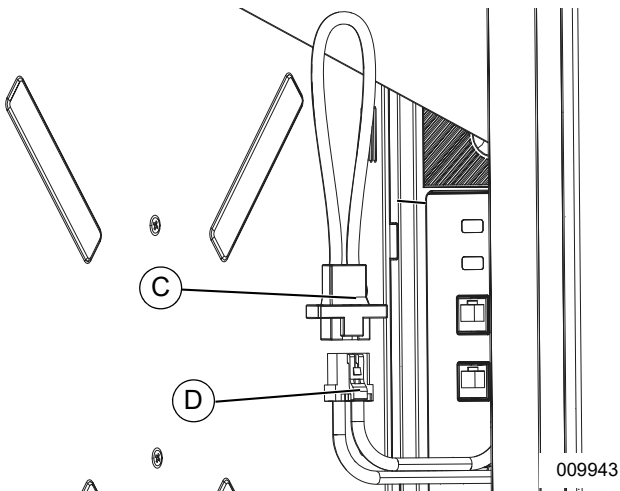

Figura 4-35. Instalación del puente en bucle
3. Consulte la **Figura 4-35**. Instale el puente en bucle (C) en cada conector de cable de alimentación sin usar (D).